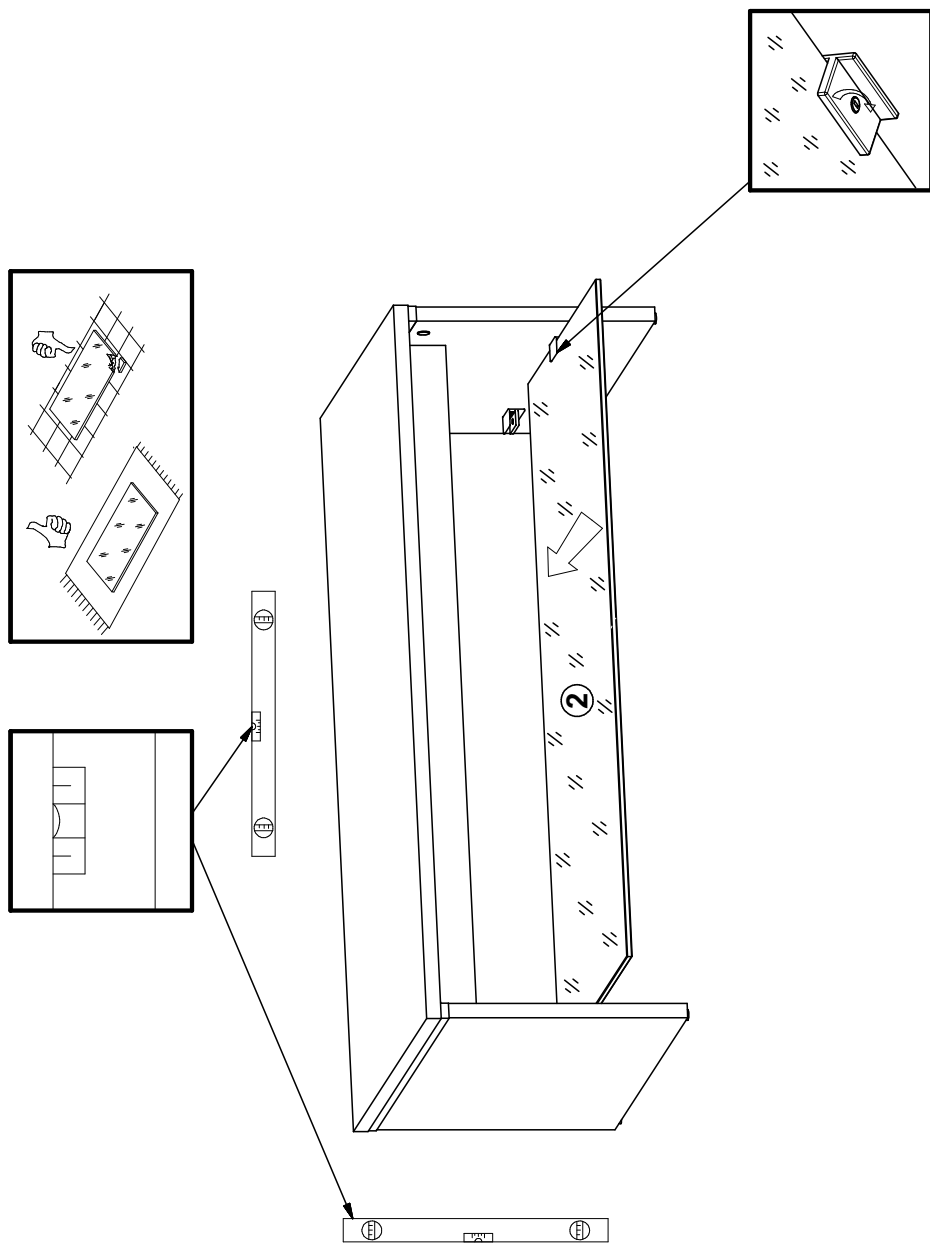

Рисунок 4
12. Вставить полку стеклянную **2** в полкодержатель **d29**, и зафиксировать ее с помощью винта полкодержателя (**см.рис. 4**).